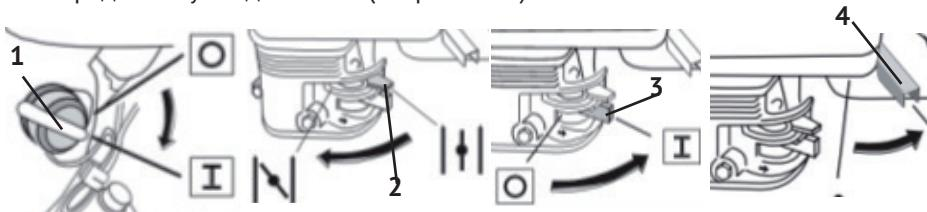

рис.5
Порядок запуска двигателя (см. рис.5 и 6):
- перевести выключатель зажигания (рис.5 поз.1) в положение “I” – включено;
- установить рычаг воздушной заслонки (рис.5 поз.2) в положение “закрыто” при пуске холодного двигателя, или в промежуточное положение при прогретом двигателе;
- открыть топливный кран (рис.5 поз.3) – крайнее правое положение – “I”;
- рычаг дроссельной заслонки (рис.5 поз.4) перевести в положение холостого хода;
- закрыть топливный кран (рис.5 поз.3) – положение “0” – закрыт.